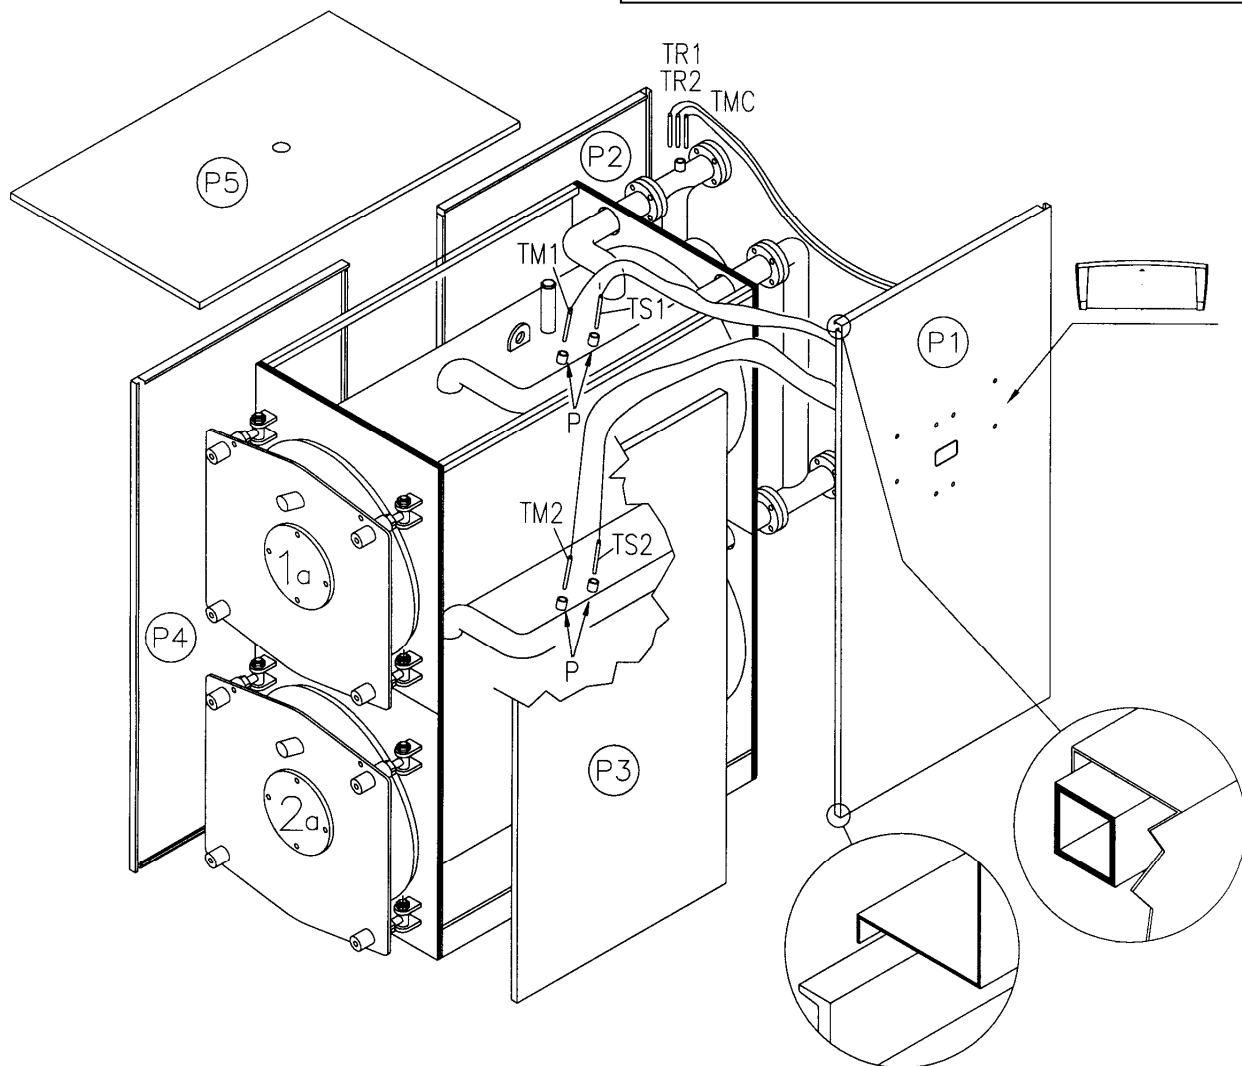

Рис. 10
4.4 ОБШИВКА КОТЛА REX DUAL/REX DUAL F 14÷70 (РИС. 10)
- Обернуть стекловатой корпус котла, оставив свободными зумпфы для колб (P), расположенные на правой стороне котла.